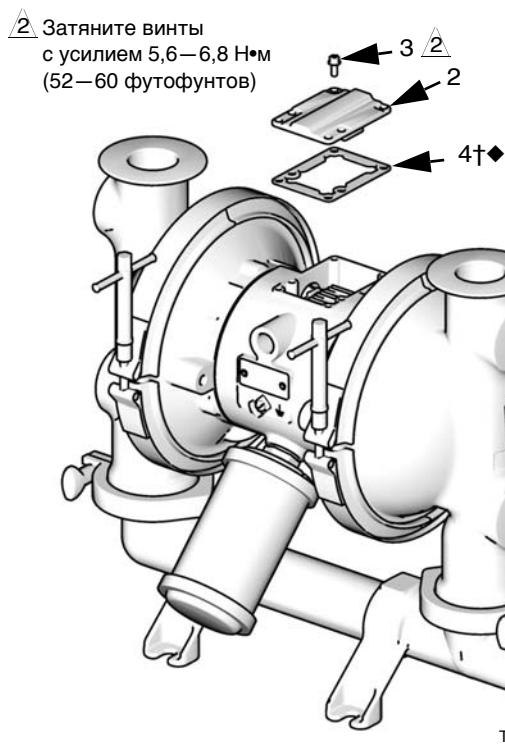

Рис. 5
- Пользуясь звездообразным ключом (T20) или торцовым ключом 7 мм (9/32 дюйма), выкрутите шесть винтов (3), снимите крышку (2) воздушного клапана и извлеките прокладку (4). См. Рис. 5.
- Расположите прокладку (4†◆) и крышку (2) клапана на одном уровне с шестью отверстиями в центральном корпусе (1). Закрепите детали шестью винтами (3) с помощью звездообразного ключа (T20) или торцового ключа 7 мм (9/32 дюйма). Затягивать следует с усилием 5,6–6,8 Н·м (52–60 футоунитов). См. Рис. 5.